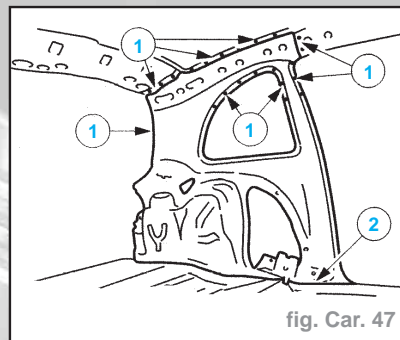

fig. Car. 47
- Détacher le panneau de doublage latéral du bâti de pavillon et du bas de caisse (fig. Car. 47) :
- fraiser les points de soudure (1).
- meuler les cordons de soudure (2).